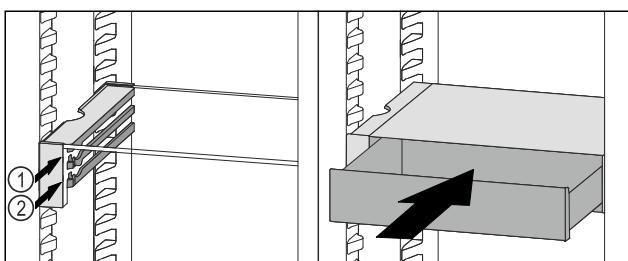

Fig. 61
- Așezați sertarul VarioSafe în spatele opritoarelor pe nervura dorită Fig. 61 (1) sau Fig. 61 (2).